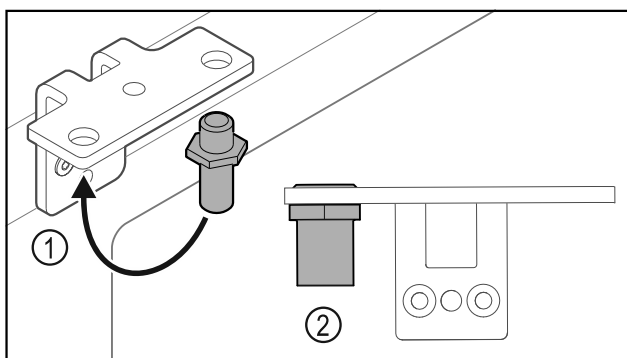

Fig. 29
- ▶ Flyt bolten Fig. 29 (1) i hængselvinklen.
- ▶ Spænd bolten Fig. 29 (2) med et **drejemoment på 12 Nm**.